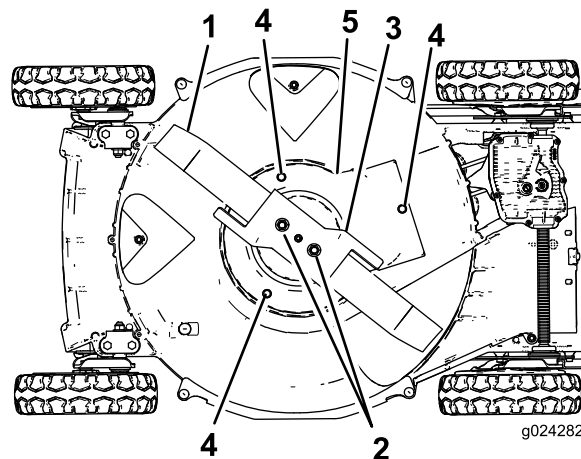

Figura 37
6. Rimuovete i 2 dadi della lama, l'acceleratore e e la lama (Figura 37).
7. Rimuovete le viti che fissano il carter della frizione del freno della lama al sottoscocca del tosaerba (Figura 37).